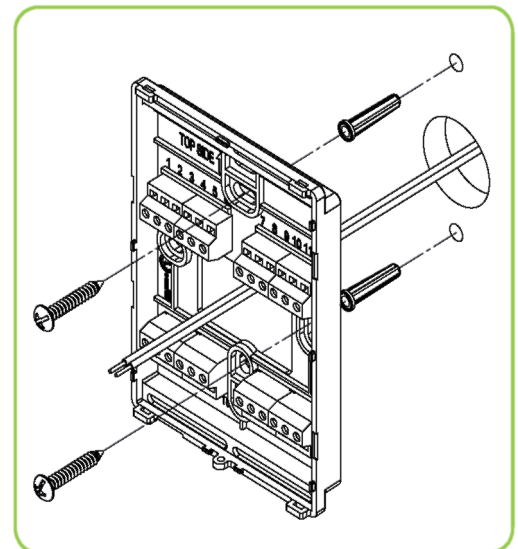

Рисунок 2. Монтаж основания
5. Вставьте винты в монтажные отверстия на каждой из сторон основания (рис. 2).